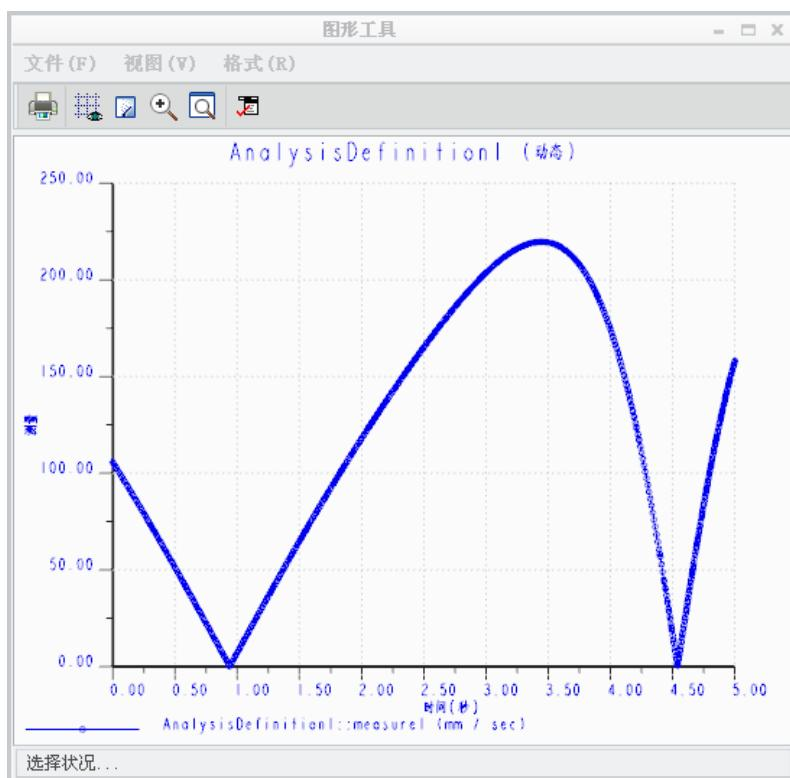

图 9.5.50 “图形工具”对话框
(3) 选取测量名称。在“测量结果”对话框的列表中选择**measure1**。
(4) 选取运动结果。在“测量结果”对话框的“结果集”中，选择 $\text{AnalysisDefinition1}$ 。
(5) 绘制测量图形。在“测量结果”对话框的顶部单击 Draw 按钮，系统便开始测量，并绘制测量的结果图，如图 9.5.50 所示。该图反映在运动学分析 $\text{AnalysisDefinition1}$ 中，活塞的速度与时间的关系。
(6) 关闭“图形工具”对话框。
(7) 单击**关闭**按钮，关闭“测量结果”对话框。